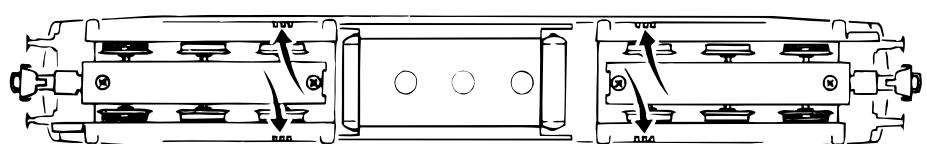

Fig. 5
**Mehrzugbetrieb (Fig. 5):** Diese Lokomotive ist für den Einbau eines Digital-Dekoders nach NEM 651 vorbereitet. Sollten trotz richtigem Einbau des Empfängermoduls Fehlfunktionen auftreten, so ist dieses auszubauen und durch den ROCO-Brückenstecker zu ersetzen. Läuft die Lokomotive jetzt wieder einwandfrei, so liegt ein Fehler beim Empfängermodul vor und ist mit dem jeweiligen Dekoder-Hersteller abzuklären.
**Exploitation en télécommande multi-trains (fig. 5):** Nous vous conseillons de faire installer un décodeur conforme aux données techniques de votre système de commande par un détaillant agréé ou un atelier compétent.